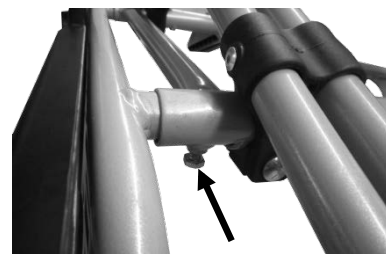

Figura 1: Viti piano di supporto
- Svitare completamente entrambe le viti esagonali (figura 1) sul lato inferiore dell'estremità posteriore del piano di supporto.